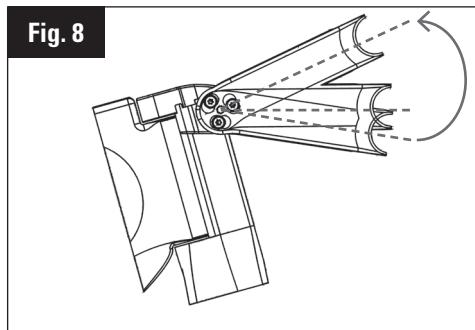

Fig. 8
8. Passen Sie Ihre Winkelstellung an. Im Verhältnis zur Horizontalen kann der Neigungswinkel der Vorbauten zwischen + 20° und -9° variieren (Abb. 8).